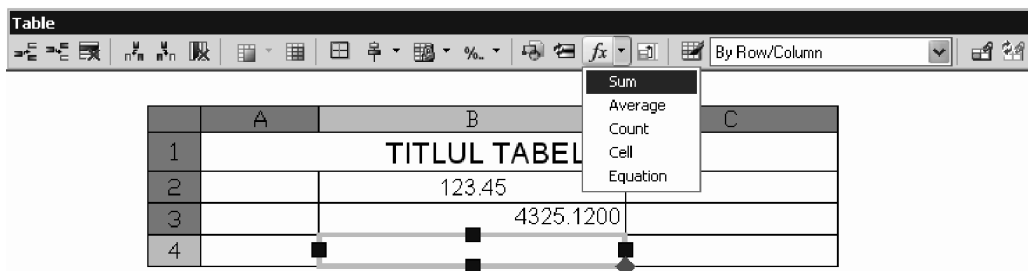

Fig. 6.47 Folosirea formulelor în tabel
2. Din lina de comenzi **Table** se selectează pictograma *Insert formula* și se alege formula – de exemplu *Sum* – vezi Fig. 6.47.